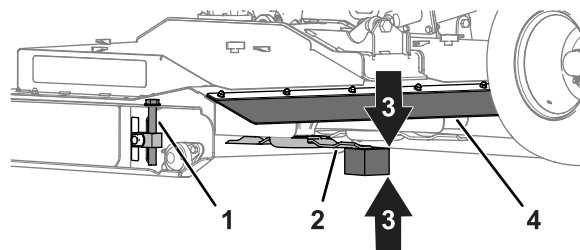

Рисунок 80
- Находясь в задней части деки газонокосилки, поднимите заднюю заслонку и вставьте деревянный брусоч толщиной 51 мм между задним концом среднего ножа газонокосилки и землей (Рисунок 80).